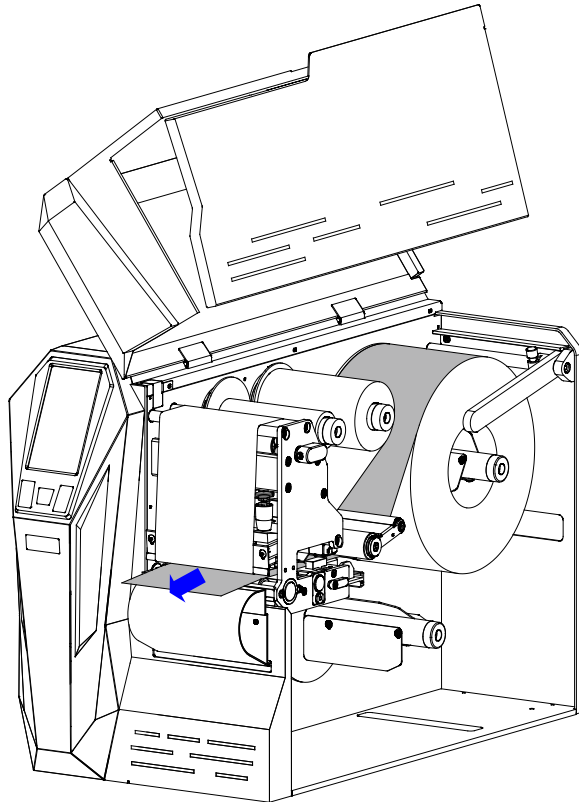

图 2-33 穿出标签纸
2. 参考图 2-7 所示的标签纸路径，将标签依次通过导纸辊组件下方和纸张探测器组件中间，然后从打印头组件下方穿出，如图 2-33 所示。